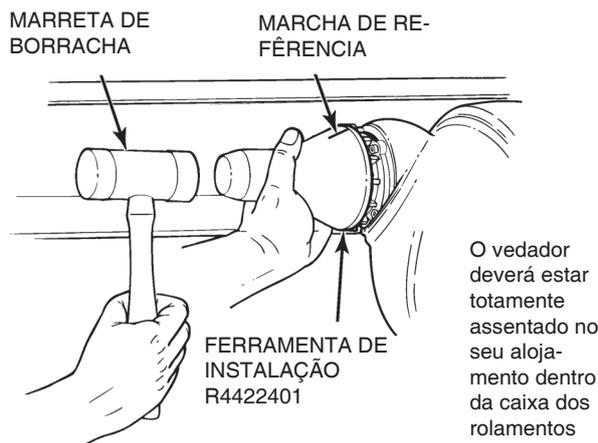

Figura 5.96
7. Use uma marreta de borracha para montar o vedador no seu alojamento na caixa dos rolamentos. O vedador deverá estar totalmente assentado na caixa dos rolamentos. Figura 5.96